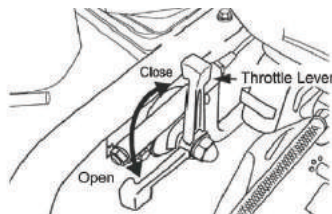

Figura 9. Manetă de Accelerație (complet deschisă)
1. Pentru a începe acțiunea de tasare a compactorului, mișcați maneta de accelerație (Figura 9) rapid din poziția Close(oprit) în poziția FULL OPEN. NU mișcați maneta de accelerație încet, deoarece aceasta poate cauza defectarea ambreiajului sau resortului.